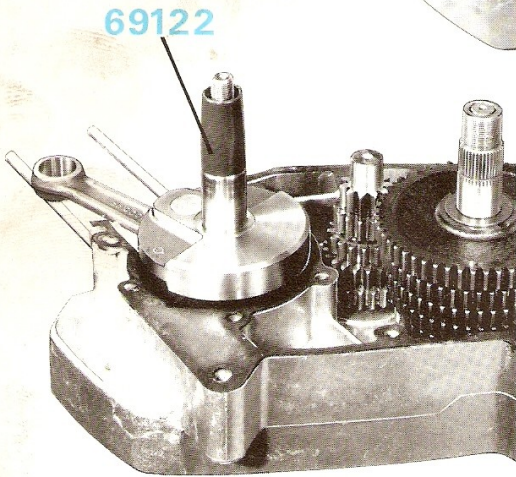

Figure 39
- Pour éviter la détérioration du joint d'étanchéité, monter sur l'arbre la douille n° 69122 (figure 39).